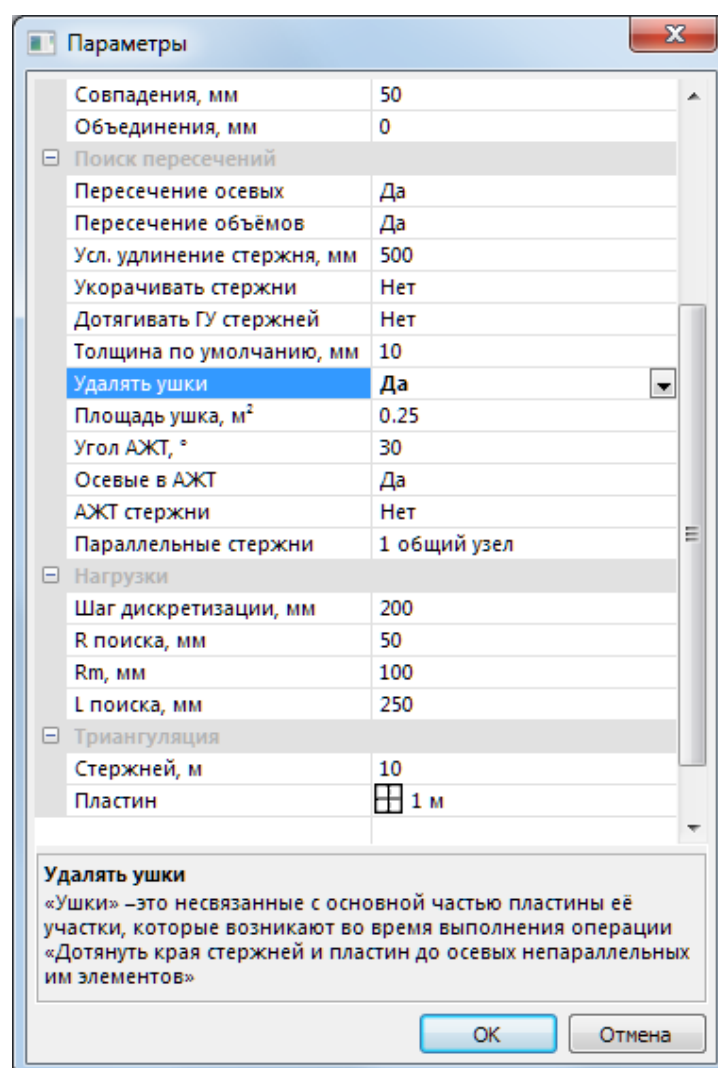

Рис.15.2. Диалоговое окно Параметры
- Вызовите диалоговое окно **Параметры** (рис.15.2) щелчком по кнопке  - **Свойства расчетной модели** (панель **Расчетная модель: Создание** на вкладке **Аналитика**).